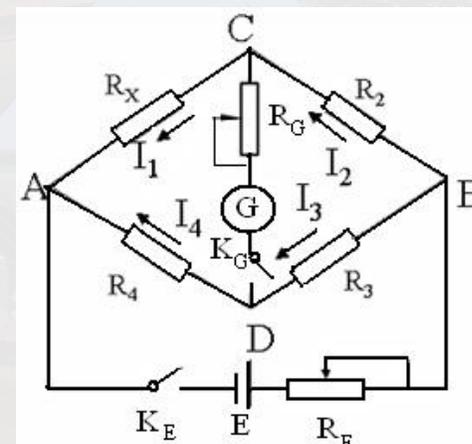

图1 惠斯登电桥
- 1) 参照图1，用三个电阻箱和待测电阻及检流计组装电桥，取电源电压 $E=1.5V$ 。